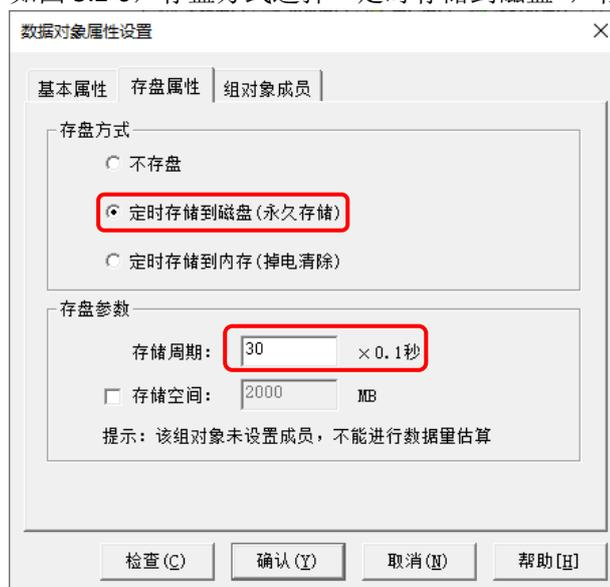

图 5.2-6 设置组对象存盘属性
- ⑥ 设置组对象存盘属性：如图 5.2-6，存盘方式选择“定时存储到磁盘”，存盘周期设置为“3 秒”。